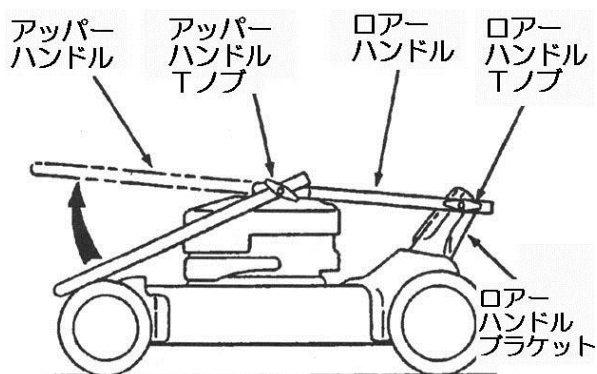

図 3-2
1. ハンドルの間にあるダンボールを外して、アッパーハンドルを起こして、アッパーハンドルの凹面をローハンドルに合わせ、左右のノブをしっかりと締め付けます。(図 3-2)